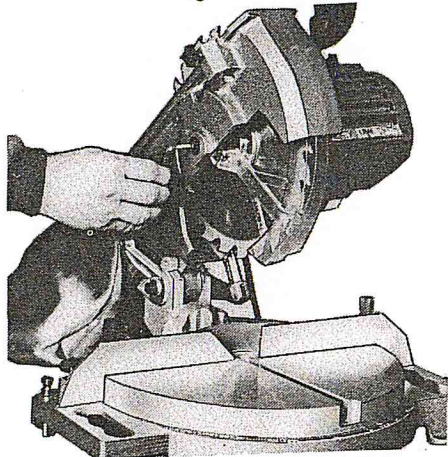

Fig. 4
3.- Retirar la protección frontal del disco, la cual se encuentra sujeta por dos tornillos y es de material plástico (Fig. 4).